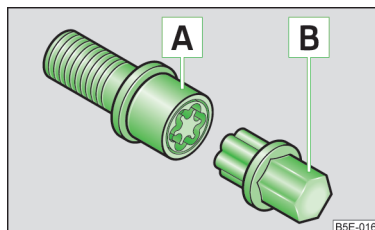

Fig. 165
- » Introducir el adaptador **B** » fig. 165 con su lado dentado hasta el tope en el dentado interior del tornillo de rueda antirrobo **A**, de tal modo que ya sólo sobresalga el hexágono exterior.